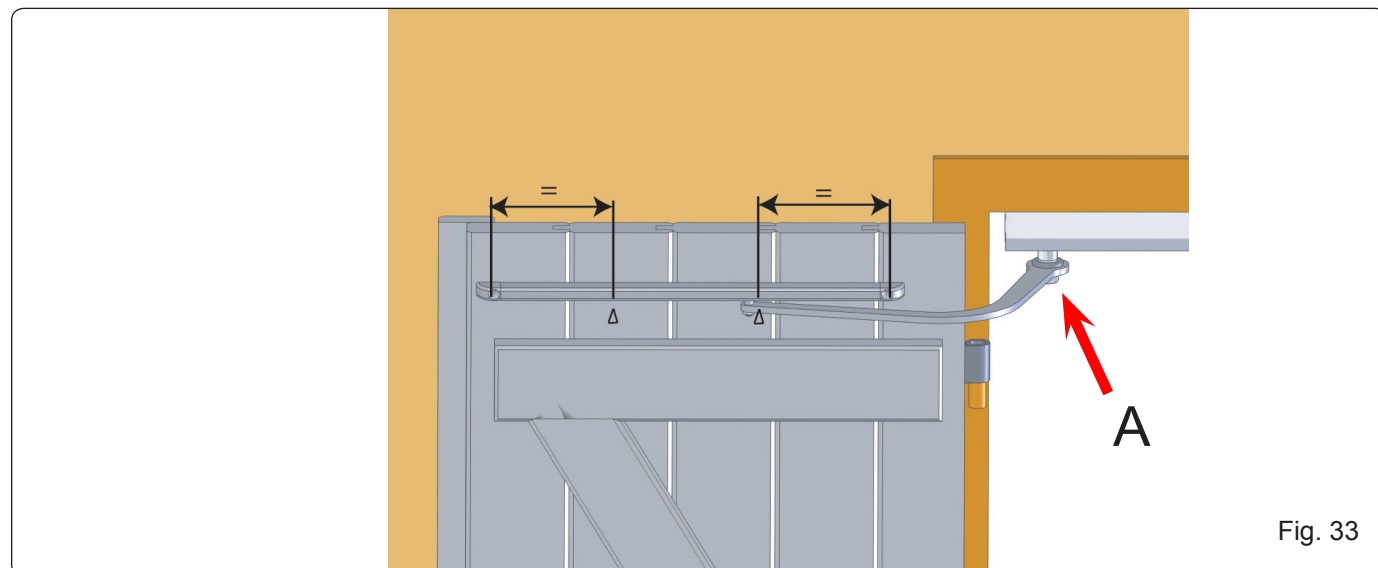

Fig. 33
- 5) Serrer fort les vis 12x20 des bras (Fig.33 réf. A).